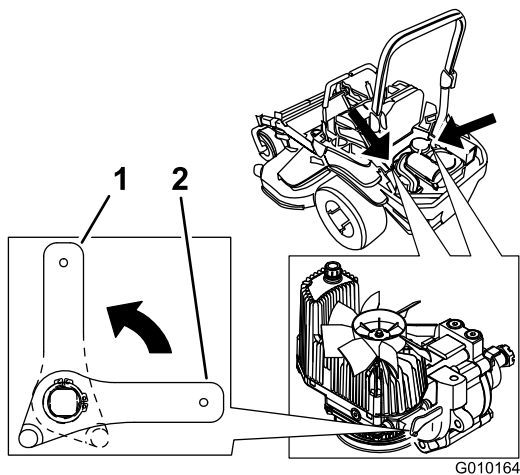

Figura 37
2. Ruotate verticalmente le leve delle valvole di rilascio per spingere le macchina. L'olio idraulico bypassa quindi la pompa, consentendo alle ruote di girare (Figura 37).
4. Ruotate orizzontalmente le leve delle valvole di rilascio per guidare le macchina (Figura 37).